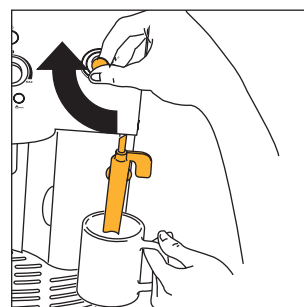
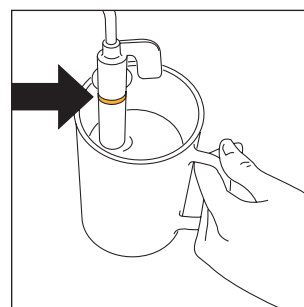

Fig.23
Fig.24
- Plongez la buse à cappuccino dans le lait (fig. 23) en veillant à ne pas immerger la ligne en relief sur la buse (indiquée par la flèche fig. 24). Tournez le robinet vapeur d'un demi-tour en sens inverse des aiguilles d'une montre (**Attention à ne pas vous brûler !**) La vapeur qui sort de la buse à cappuccino donne au lait un aspect crémeux et va augmenter son volume. Pour obtenir une mousse plus crémeuse, immergez la buse à cappuccino dans le lait et, dans un mouvement rotatoire, montez et descendez lentement le récipient. (Il est conseillé de ne pas faire sortir de vapeur pendant plus de 2 minutes à la fois.)